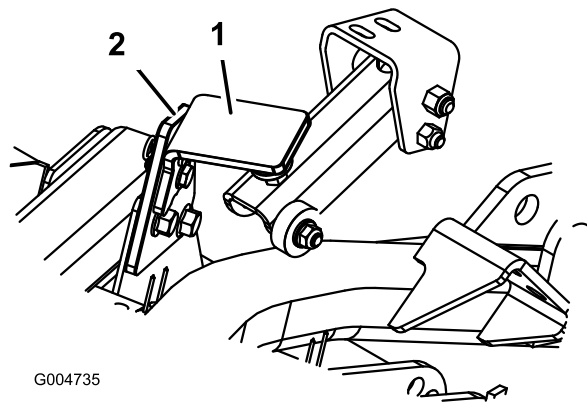

Figura 84
2. Retire el pasador de horquilla y el pasador que fijan el cierre de transporte de la plataforma a la placa del cierre (Figura 84). Gire el cierre hacia la parte trasera de la plataforma.